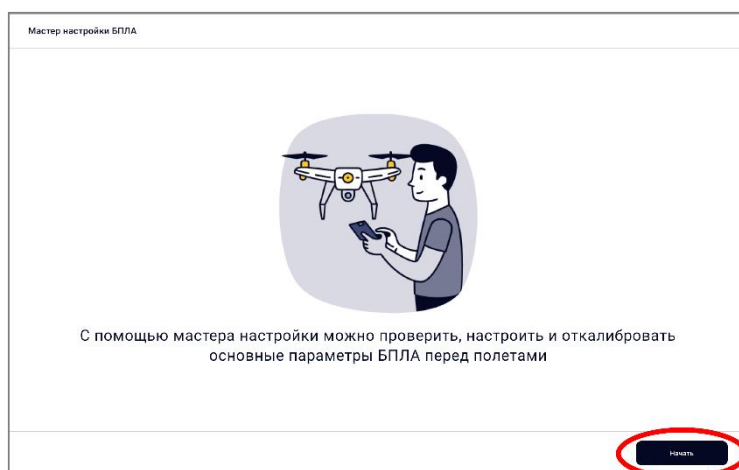

Рисунок 3
- на экране Мастера настройки БПЛА нажать на кнопку «Начать» (рисунок 3);